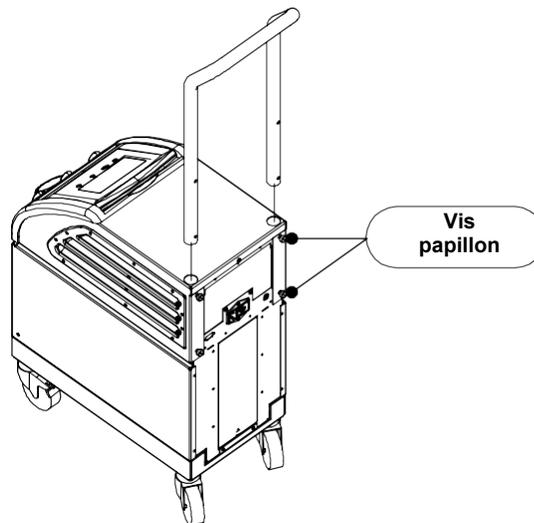

Figure 8 : Montage de la poignée.
2. Faire glisser les deux extrémités de la poignée dans les trous du capot supérieur (faire attention à la direction de la courbe dans la poignée) jusqu'à ce que la poignée soit insérée à fond (voir Figure 8).